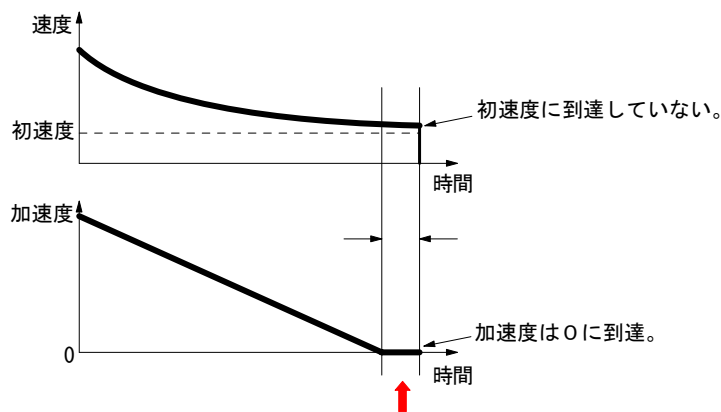

図2 ドライブ終了間際の速度と加速度
- ① ドライブ終了間際に減速停止命令(26h)を発行したとき。
- ② ハードウェアリミット (nLMTP/M 信号) の停止モードを減速停止に設定し(WR2/D2=1)、ドライブを開始させ、ドライブ終了間際に進行方向のリミットがアクティブになったとき。
- ③ ソフトウェアリミットを有効にし(WR2/D0,1=1)、ドライブを開始させ、ドライブ終了間際に進行方向のソフトウェアリミットがアクティブになったとき。
- ④ nIN (2~0)信号を有効にし(WR1/D5,3,1)、定量パルスドライブを開始させ、ドライブ終了間際にこれらの信号がアクティブになったとき。
S字加減速の定量パルスドライブは、ドライブが終了する時、すなわち出力パルスを出し終えるときに、現在速度が初速度に到達するように、また現在加速度が0に到達するようにしています。しかしながら演算精度の問題からすべてのパラメータの組み合わせにおいて、速度=初速度、加速度=0にすることができません。この不具合現象は、図2に示すように現在速度が初速度に到達していないで加速度が0の到達してしまった時に、たまたま上記の①から④のいずれかの減速停止要因が働くと発生します。